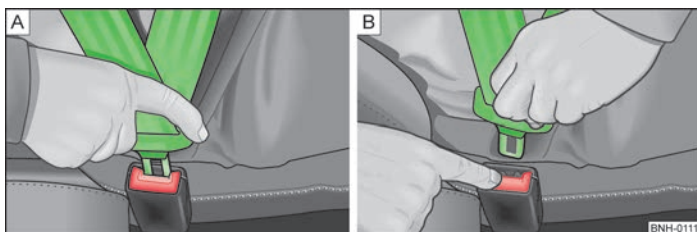

Fig. 99 Fixarea sau defacerea centurii de siguranță
- Introduceți clema de fixare în catarama aferentă a centurii de siguranță » fig. 99 -  până când se fixează cu un clic.
- Apăsăți tasta de culoare roșie de pe catarama centurii » fig. 99 - , lamela de fixare sare afară.